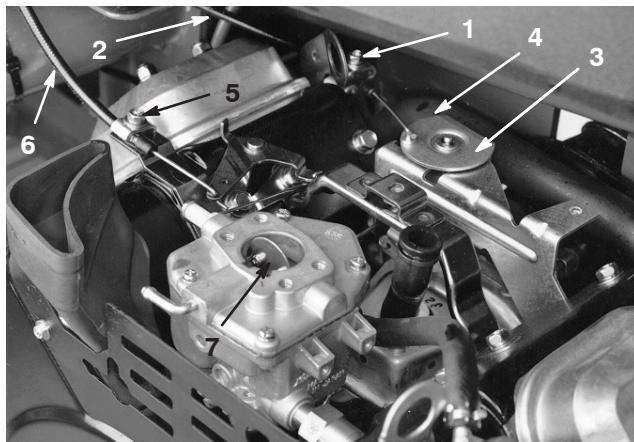

Bild 45
1. Lockern Sie die Klemmschraube des Bowdenzugs, mit der dieser am Motor befestigt ist (Bild 45).
3. Ziehen Sie fest am Bowdenzug, bis die Rückseite der Schwenkplatte den Anschlag berührt (Bild 45).
1. Lockern Sie die Klemmschraube des Chokezugs, mit der dieser am Motor befestigt ist (Bild 45).
3. Ziehen Sie fest am Chokezug, bis die Choke-Drosselklappe ganz geschlossen ist; ziehen Sie dann die Klemmschraube des Chokezugs fest (Bild 45).